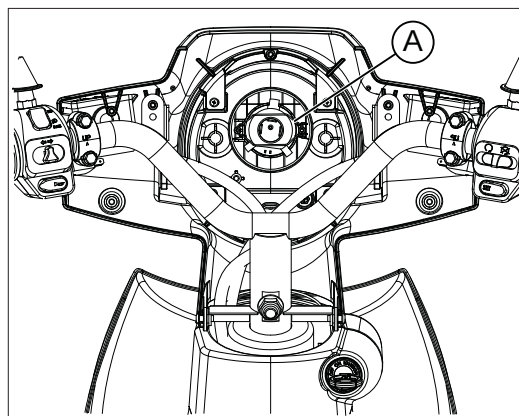

fig. 5
- desenganche las pinzas de retén A fig. 5;
- monte el portalámparas completo en su alojamiento y sujételo con la pinza de retén A fig. 5;